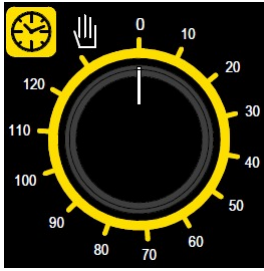

Fig. 4
**Programmazione tempo di cottura** - La messa in funzione del forno si effettua ruotando la manopola del programmatore (Fig. 4) in corrispondenza del simbolo  (funzionamento continuato) o in corrispondenza del tempo scelto per la cottura (fino a 120 minuti); nel secondo caso la fine della cottura viene segnalata dallo spegnimento automatico del forno.